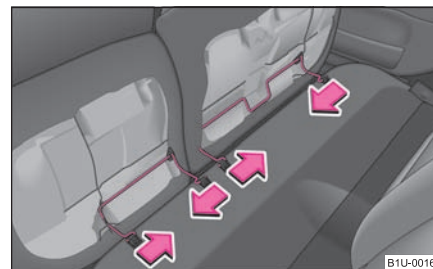

Fig. 62 Scoaterea scaunelor
- Apăsați mânerul de sârmă în sensul săgeții ⇒ pagina 61, fig. 62 și scoateți scaunul din suport.